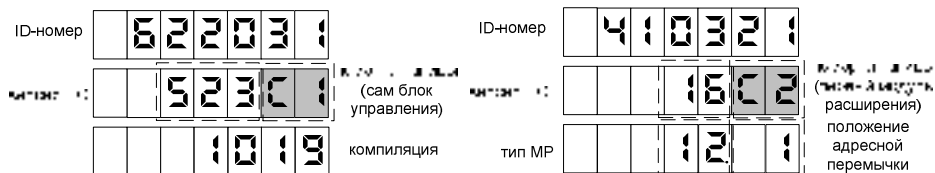

Рисунок 4
8.1 Для приведения устройства в рабочее состояние достаточно подать на него электропитание. После включения на табло отображается информация о версии ПО устройства (рисунок 4). Спустя 10 секунд показания на табло последовательно меняются на информацию о модулях расширения (при наличии). Переключение между страницами экранов осуществляется снятием любого раздаточного крана. После этого отображается информация о последнем наливе (стоимость, объем, цена за единицу топлива).